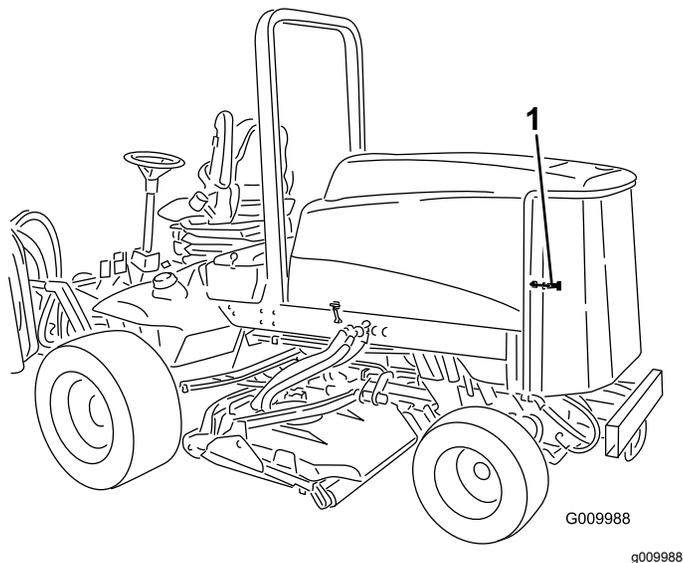

図 50
1. 後スクリーン 図 50 のラッチをはずして後部を開ける。スクリーンを丁寧に清掃する。